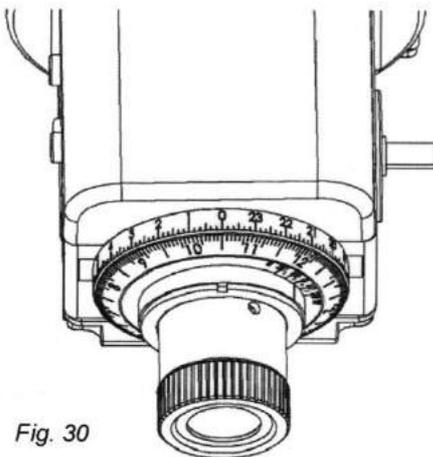

Fig. 30
6. Tournez le cercle des dates et faites correspondre la date du 20 octobre (20/10) avec le repère 1h du cercle des heures. Tournez l'axe de la monture pour placer le vernier de l'offset en longitude sur la valeur 0 de l'échelle d'offset en longitude (Fig. 30). A cette date et à cette heure, l'étoile Polaire est à la verticale sous le pôle Nord céleste (6h). Si vous regardez dans le viseur, vous devriez observer le réticule orienté comme sur la Fig. 31. Si l'orientation est différente, un réglage supplémentaire est nécessaire.